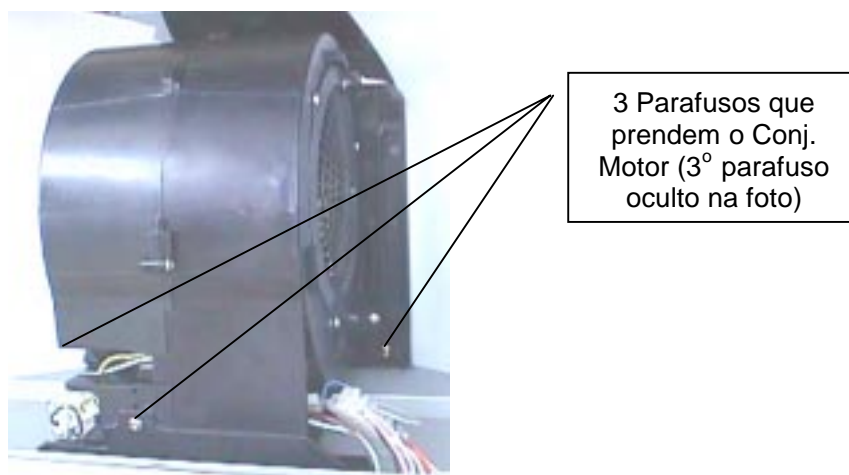

Figura 15
9. Solte os 3 parafusos Philips que prendem o Conjunto, conforme Figura 15.